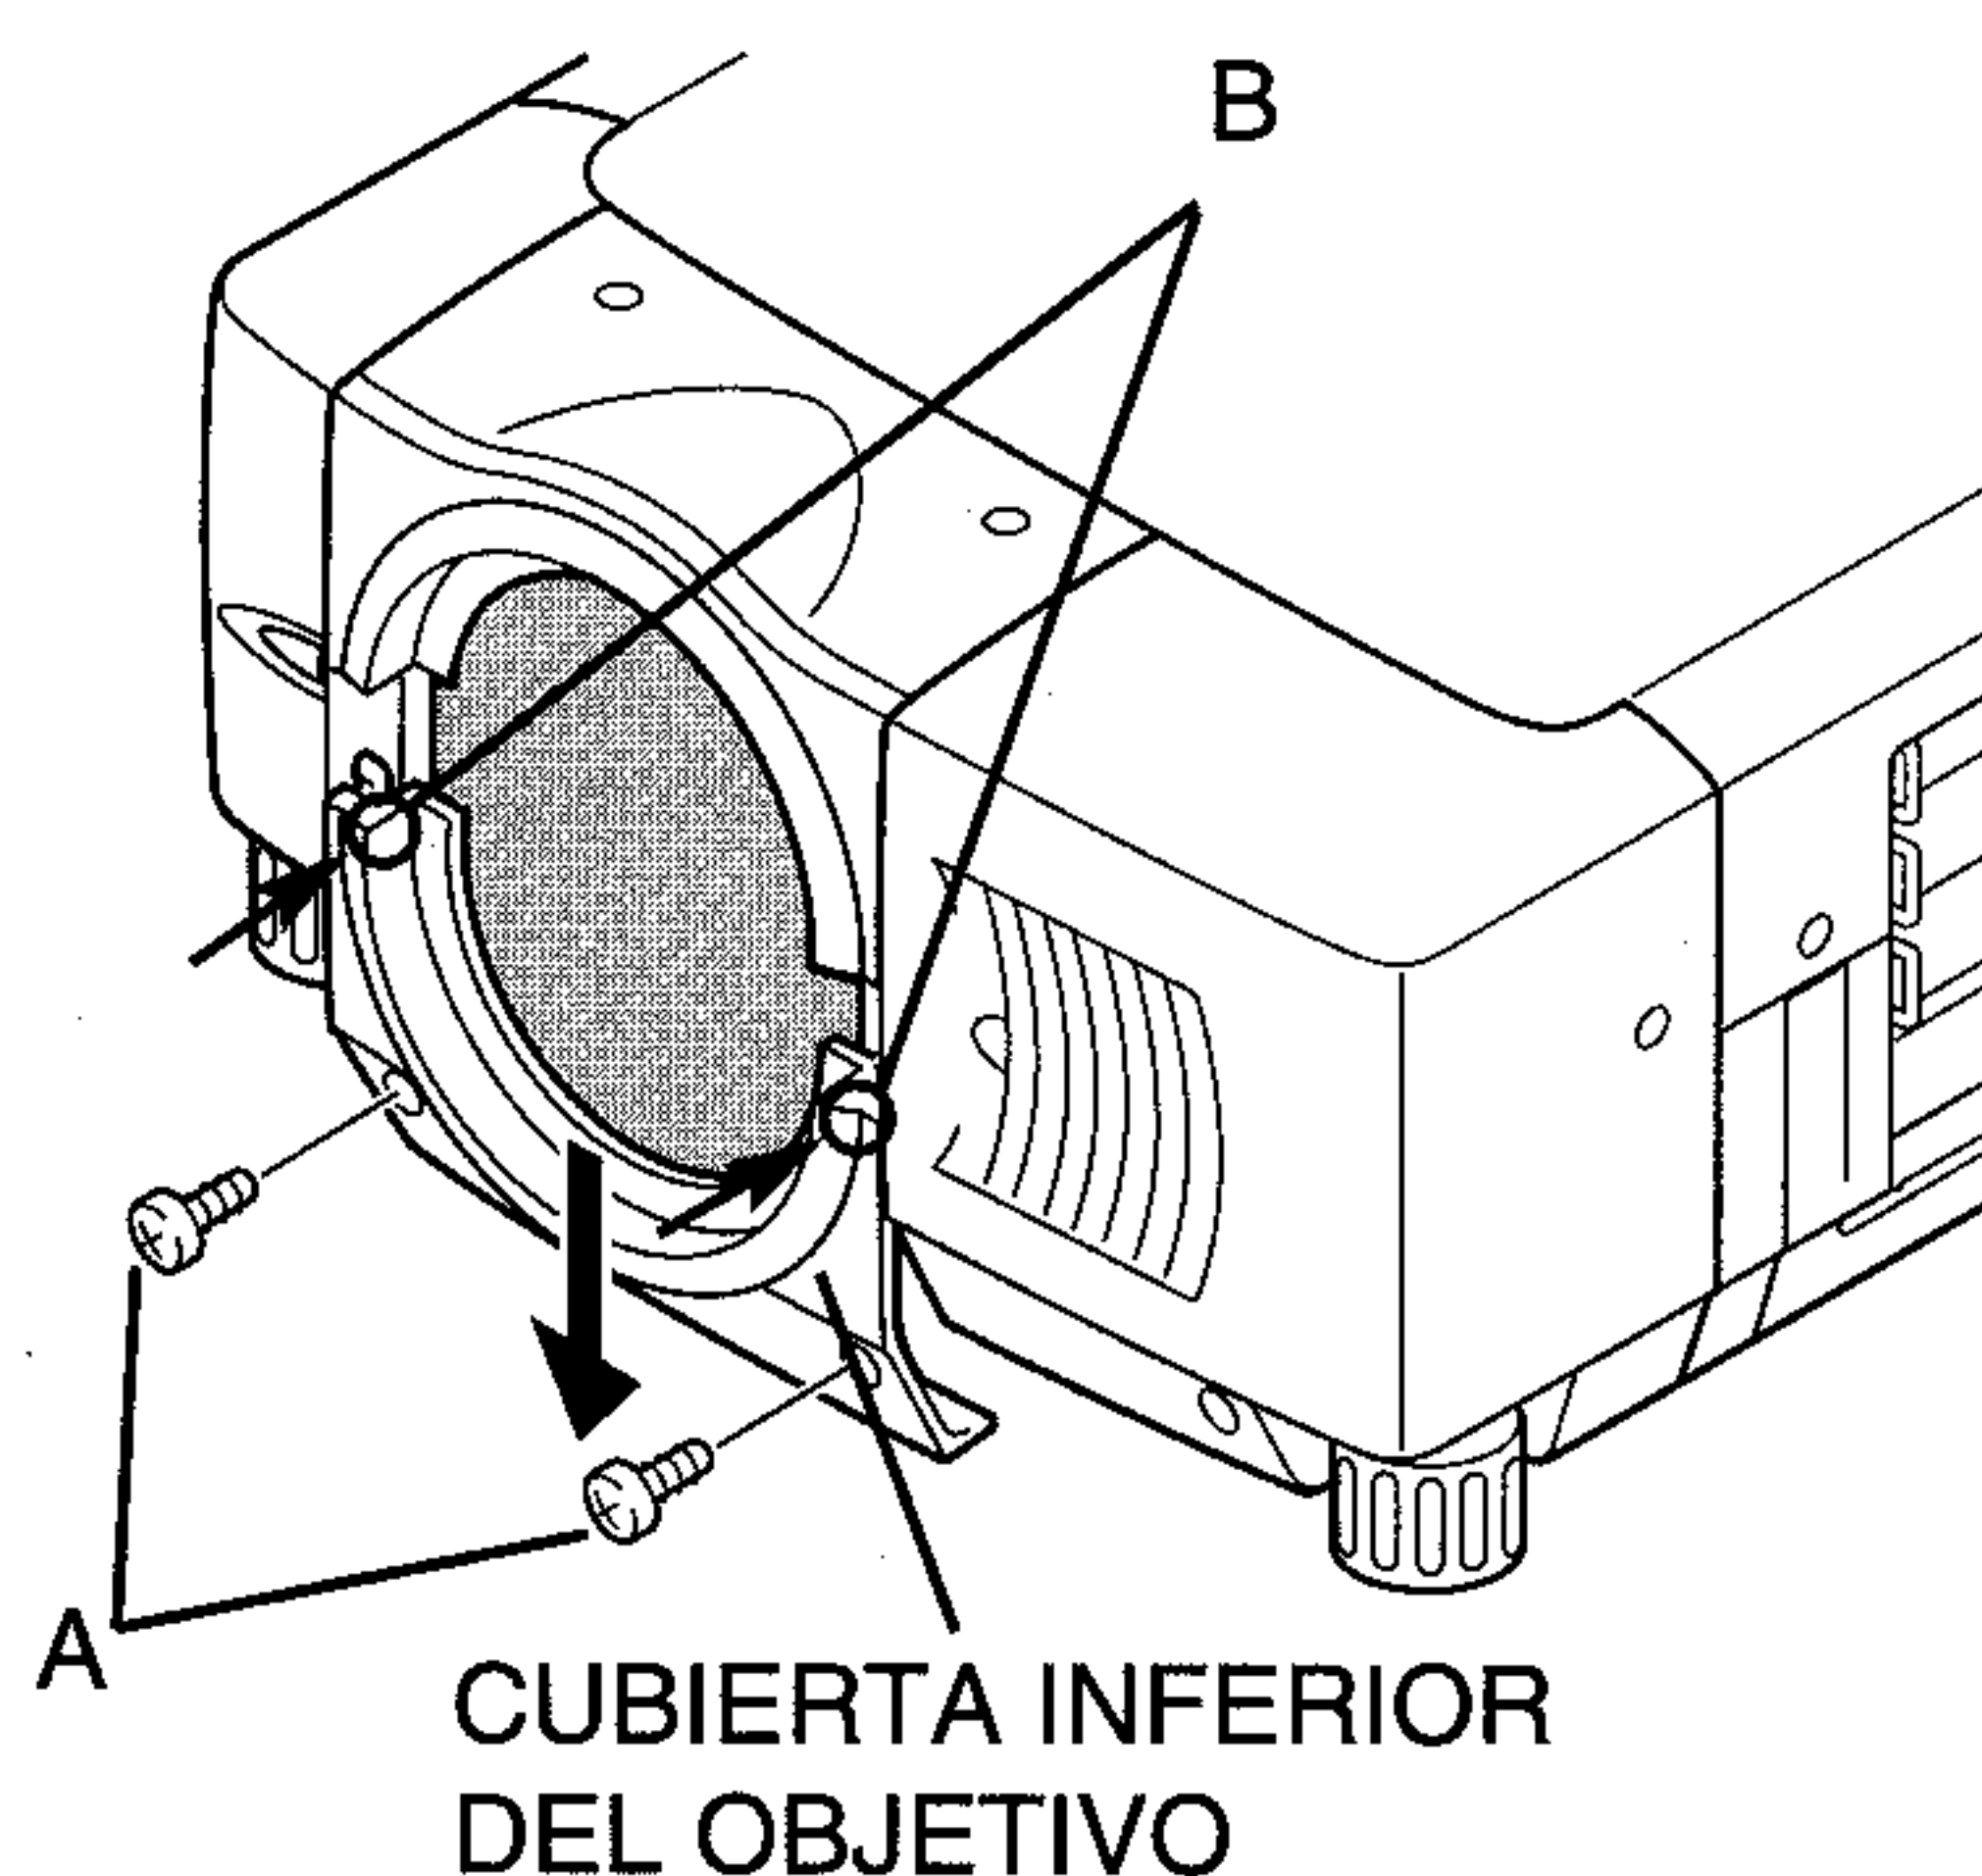

Figura 1
- 1 Retire la cubierta inferior del objetivo. Retire los 2 tornillos A. Empuje la parte B y tire de la cubierta inferior del objetivo hacia abajo. (Consulte la figura 1.)
9 Vuelva a colocar la cubierta inferior del objetivo. Asegure la cubierta inferior del objetivo con los 2 tornillos A. (Consulte la figura 1.) Excepto para los modelos LNS-W01, LNS-W01Z, LNS-T01 y LNS-T01Z continúe tal cual lo indicado a continuación. Deslice las hojas de bloqueo de luz en la guía de la cubierta inferior del objetivo y ajústelas en frente de la aleta. (Consulte la figura 9.)